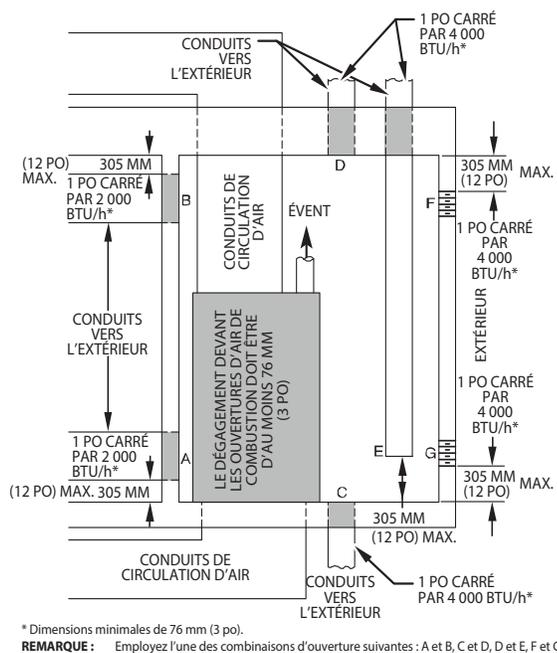

Fig. 6 – Air de combustion, de ventilation et de dilution pour l'extérieur
2. La Fig. 6 illustre comment installer DEUX OUVERTURES VERS L'EXTÉRIEUR, une ouverture d'entrée et de sortie d'air de combustion et de ventilation, donnant sur l'extérieur.
- Respectez les dimensions des ouvertures et des conduits indiquées à la Fig. 6 et au Tableau 3.
- DEUX CONDUITS HORIZONTAUX nécessitent 645 mm² (1 po²) d'espace libre pour tranche de puissance d'entrée de 2 000 BTUH (1 100 mm²/kW) pour tous les appareils à gaz situés dans l'espace considéré, conformément à la Fig. 6 et au Tableau 3.
- DEUX OUVERTURES OU CONDUITS VERTICAUX nécessitent 645 mm² (1 po²) d'espace libre par tranche de puissance d'entrée de 4 000 BTUH (550 mm²/kW) pour tous les appareils à gaz situés dans l'espace considéré, conformément à la Fig. 6 et au Tableau 3.
- 645 mm² (1 po²) d'espace libre par tranche de puissance combinée de 3 000 BTUH (734 mm²/kW) pour tous les appareils à gaz situés dans l'espace considéré, conformément à la Fig. 6 et au Tableau 3.